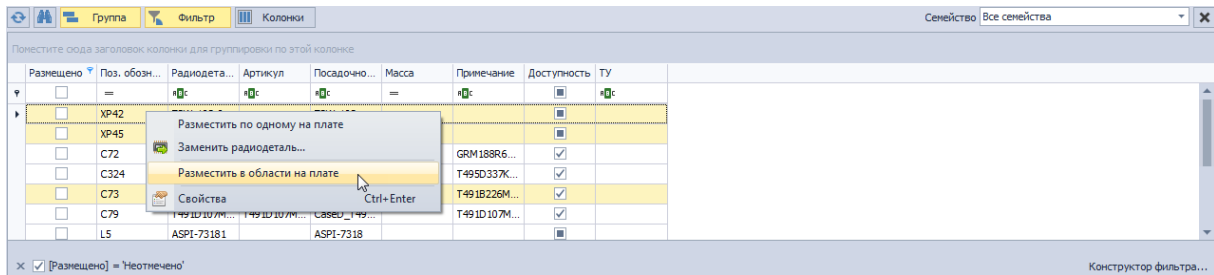

Рис. 103 Выбор группы компонентов для размещения в панели «Поиск объектов»
4. Вызвать контекстное меню и выбрать одну из команд группового размещения, см. Рис. 103.